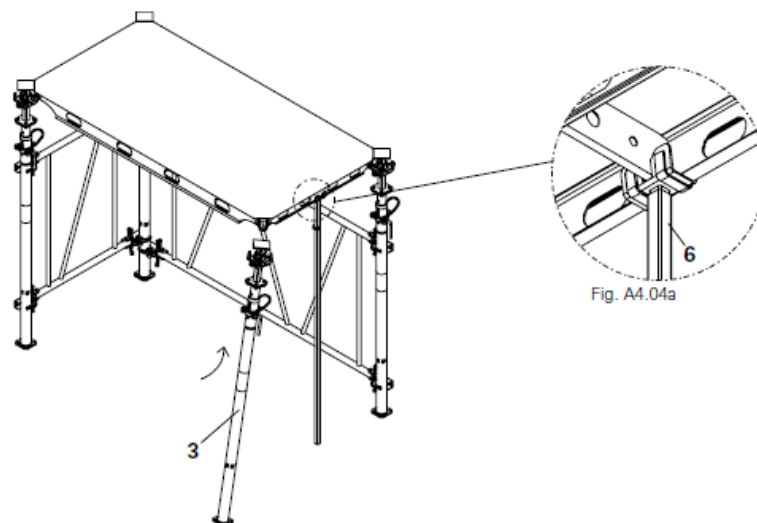

Fig. A4.04
8. Enquanto o auxiliar de cofragem está a apoiar, fixar o quarto prumo (3) no canto do painel. (Fig. A4.04)